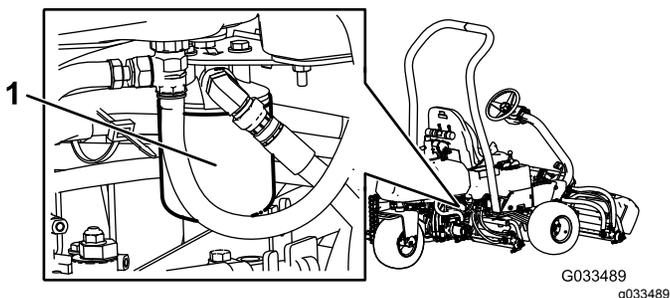

Figura 53
3. Repita los pasos 1 y 2 para el filtro hidráulico derecho (**Figura 53**).